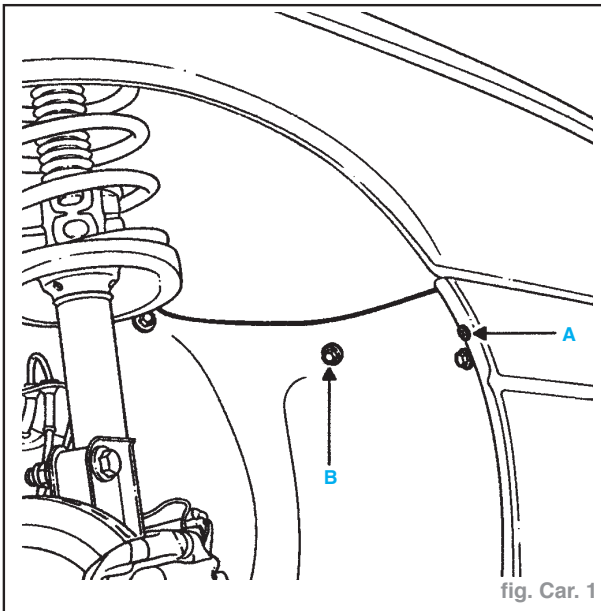

fig. Car. 1
- Déposer (fig. Car. 1) :
- les vis de fixations latérales (A),
- les fixations des plastiques de passage de roue (B),